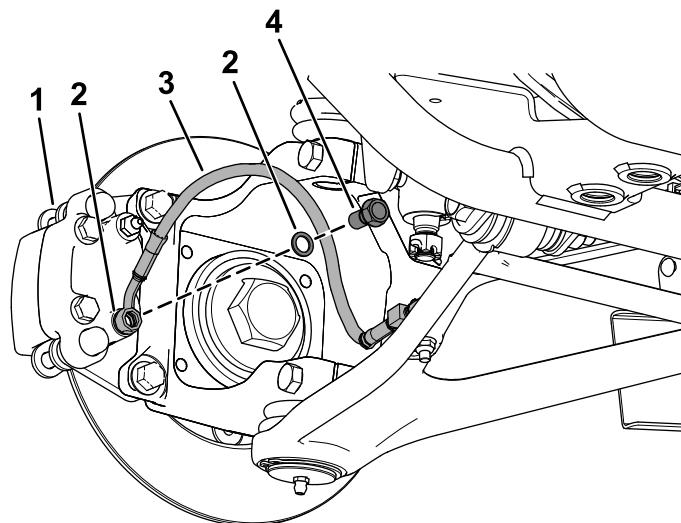

図 11
9. ブレーキキャリパーセンブリにブレーキラインを取り付けるバンジョーボル1本とバンジョーワッシャ2枚を使用する図11。